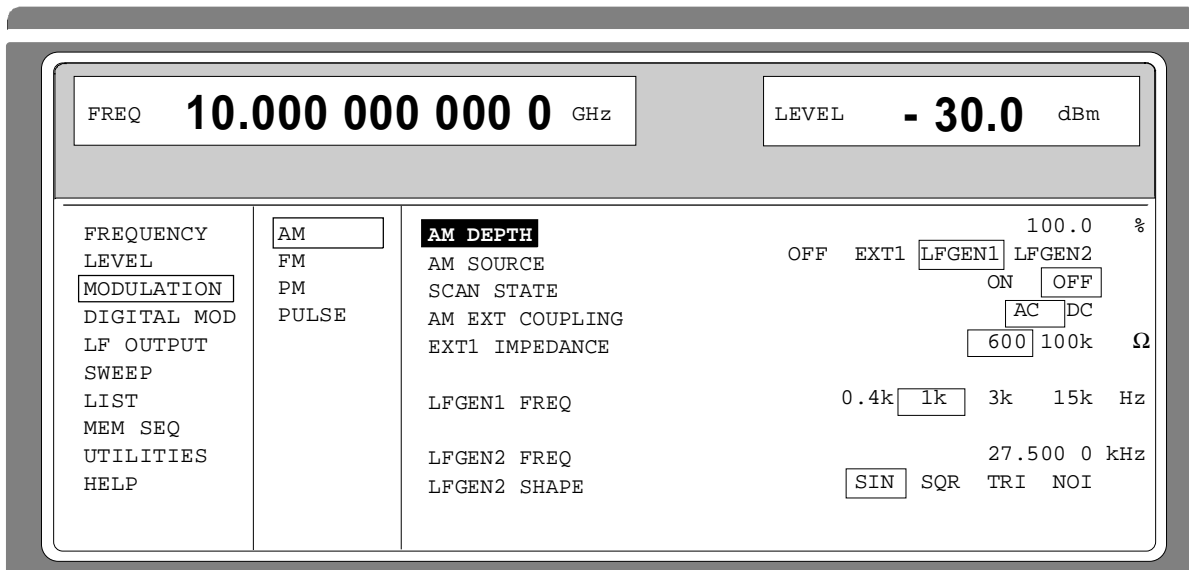

Bild 2-4 MODULATION-AM-Menü
- Parameter auswählen** ➤ Den Menücursor mit dem Drehgeber auf den Namen des gewünschten Parameters setzen, z.B. auf AM DEPTH im AM-Menü, Bild 2.4.
Der Menücursor wechselt vom ausgewählten Parameter in der linken Spalte des Einstellmenüs auf den Einstellwert nach rechts, z.B. von AM DEPTH auf 100%, Bild 2-4.
Der Menücursor wechselt vom ausgewählten Parameter in der linken Spalte des Einstellmenüs auf die aktuelle Auswahl rechts, z.B. von LFGEN1 FREQ auf 0,4 kHz, Bild 2-4.